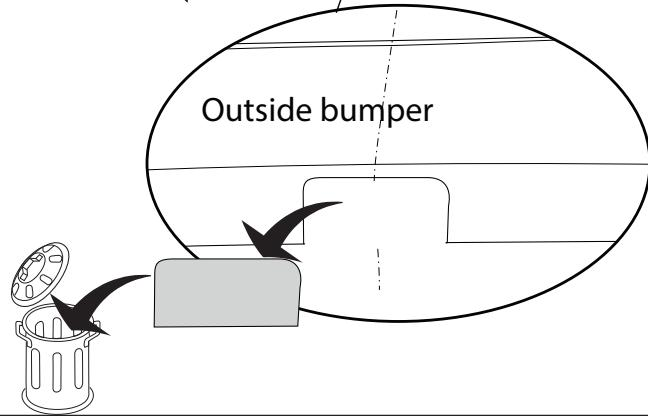

Fig. 3
11. Выпилить часть из бампера в середине снизу, как указано на рис. 3.